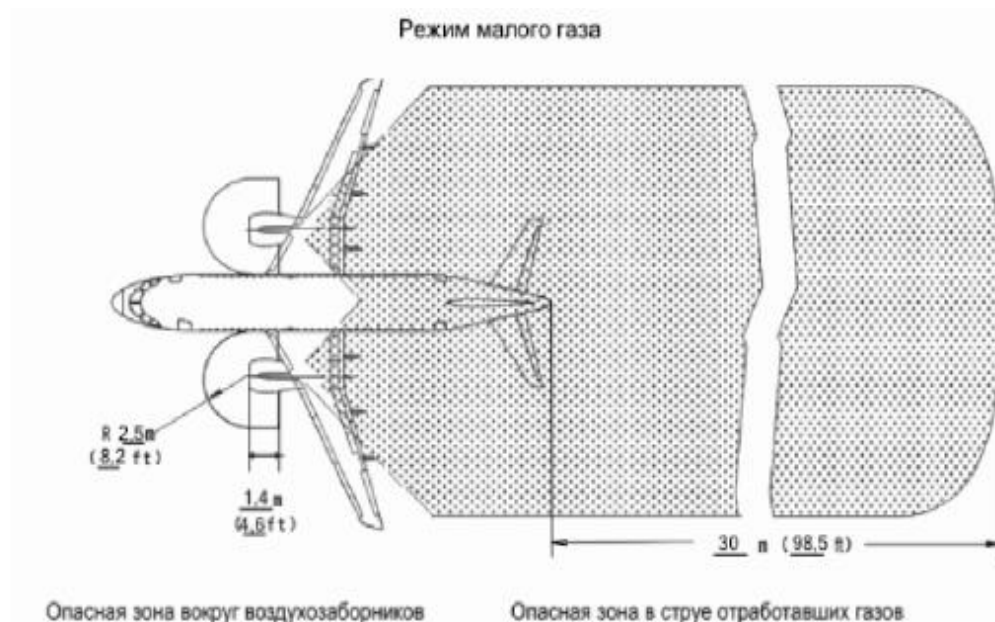

Рисунок 1.1 Опасные зоны при работе двигателя на режиме малого газа
- опасные зоны с сильным физическим воздействием. На объекты, находящиеся спереди от работающего двигателя действует мощная сила всасывания. Любые объекты включая людей, оказавшиеся в этой зоне, могут быть затянуты в работающий двигатель. Расположение опасных зон при разных режимах работы двигателя: Режим малого газа - рис. 1.1. Взлетный режим - рис. 1.2.